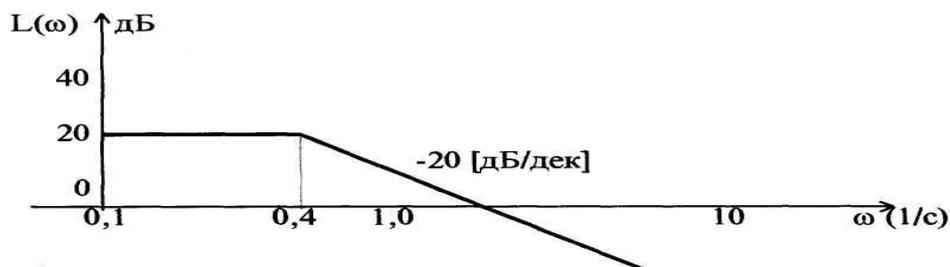

Рис.2.
3. Определите, к какому из указанных звеньев относится логарифмическая амплитудно-частотная характеристика, изображенная на рис. 2